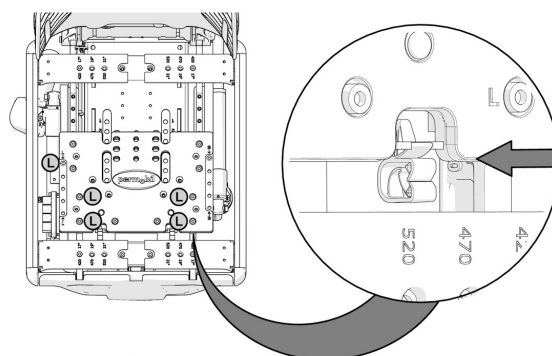

Bild 130. Positionen för benstödet (sitsramens främre del) fixeras av fem skruvar märkta med bokstaven L.
Demontera de fem skruvar märkta (L) som fixerar sitsramens främre del. Se bild. 130.